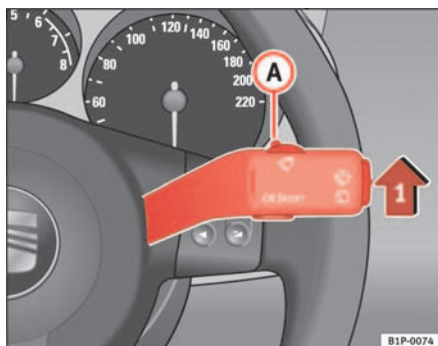

Fig. 86 Alavanca do limpa-vidros
- Deslocar a alavanca do limpa-vidros para a posição ① ⇒ fig. 86.